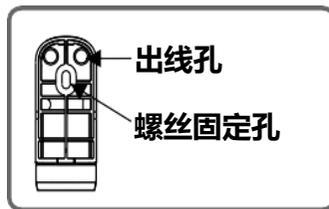

图8.光栅底座固定孔与出线孔图
- 3.4 下管塞务必朝下，引出线向下，避免水从线口灌入管内，管塞结构见下图8；